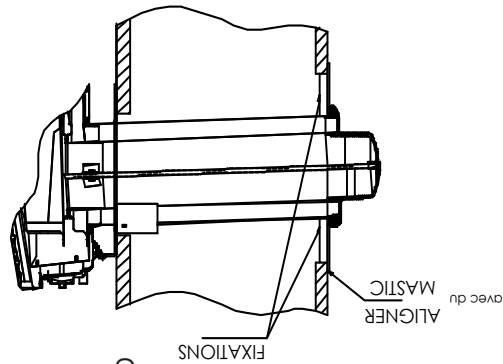

Figure 15
3. De l'extérieur du mur, vissez légèrement la tige (D) sur le support situé à l'intérieur de la sortie de fumée de l'appareil.
4. Enveloppez le tuyau d'admission d'air (C) avec l'isolant fourni (i) (côté feuille vers l'extérieur) et placez la bande de ruban fournie (H) le long de la couture pour le fixer.
5. Faites glisser le tuyau de ventilation (B) et le tuyau d'admission d'air de ventilation (C) à travers le trou dans le mur et connectez-les respectivement à la sortie de fumée de l'appareil et à l'entrée d'air.
6. La plaque de montage extérieure (F) et l'anneau en caoutchouc silicone (G) doivent être installés entre le capuchon de ventilation (A) et le mur extérieur. La plaque de montage extérieure (F) doit être positionnée au ras du mur et ses entretoises insérées dans le mur et scellées avec un mastic non durcissant (calfeutrage silicone). Positionnez la plaque de montage extérieure (F) de sorte que le tuyau d'admission d'air de ventilation (C) ait une légère pente vers le bas vers l'extérieur. La pente descendante est nécessaire pour empêcher l'entrée d'eau de pluie.
7. Avant de fixer le capuchon de ventilation (A) sur le mur extérieur, passez un cordon de mastic non durcissant (calfeutrage silicone) autour de son bord extérieur, de manière à assurer l'étanchéité entre celui-ci et la plaque de montage extérieure (F) (voir figure 15).